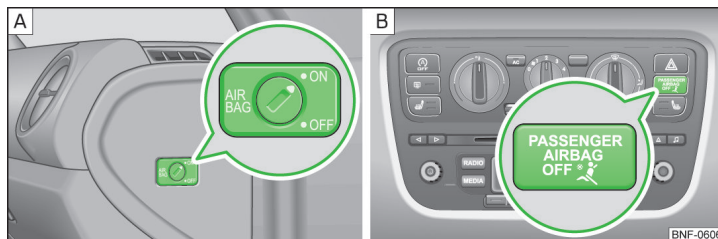

Fig. 9 Comutator cu cheie pentru airbagul frontal al pasagerului față/lampă de control pentru airbagul frontal al pasagerului față
Airbagul frontal al pasagerului față se poate dezactiva de la comutatorul cu cheie » fig. 9 la pagina 18 - A.
Pozițiile comutatorului cu cheie » fig. 9 - A
- Cu ajutorul cheii, rotiți cu grijă fanta comutatorului cu cheie » fig. 9 - A în poziția **OFF**.
- Verificați dacă, după cuplarea contactului, este aprinsă lampa de control **PASSENGER AIRBAG OFF** 🗨️ » fig. 9 - B.
- Cu ajutorul cheii, rotiți cu grijă fanta comutatorului cu cheie » fig. 9 - A în poziția **ON**.
- › Verificați dacă, după cuplarea contactului, lampa de control **PASSENGER AIRBAG OFF**  » fig. 9 -  nu este aprinsă.